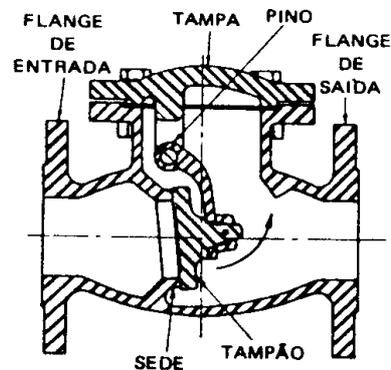

Fig. 28 - Válvula de retenção de portinhola
2. *Válvulas de retenção de portinhola (swing-check valves)* - É o tipo mais usual de válvulas de retenção; o fechamento é feito por uma portinhola articulada que se assenta no orifício da válvula. Existem também modelos para trabalhar em posição horizontal (mais comum), Fig. 28, ou vertical.